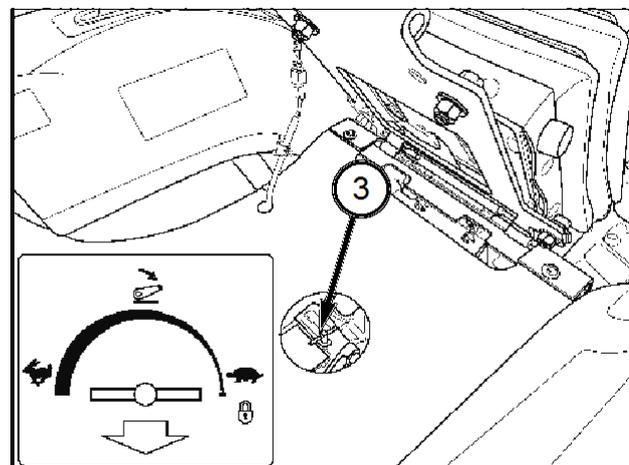

FIG. 64
FIG. 64: La palomilla (3) que controla la velocidad de descenso controla también el nivel de descarga de aceite hidráulico y, en consecuencia, la velocidad de descenso del enganche y del equipo. Gire la palomilla en el sentido horario para reducir la velocidad de descenso (el tiempo de descenso aumenta) y en el sentido antihorario para aumentarla (el tiempo de descenso disminuye). Si se gira la palomilla completamente en sentido horario, el equipo queda bloqueado en la posición correspondiente.